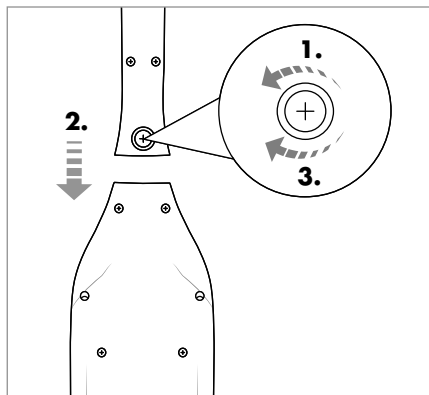

Fig. 2
- 1) Løsn skruen 13 bag på skaftet 12 med en stjerneskruetrækker mod urets retning. Stram skruen 13 fra skrueåbningen på skaftet 12 (fig.2).
- 2) Sæt skaftet **12** på skaftholderen på produktet. Sæt skaftet **12** helt på skaftholderen, indtil det sidder fast på produktet (fig. 2).
- 3) Sæt skruen **13** ind i skruåbningen bag på skaftet **12** igen. Stram skruen **13** med en stjerneskruetrækker i urets retning (fig. 2).